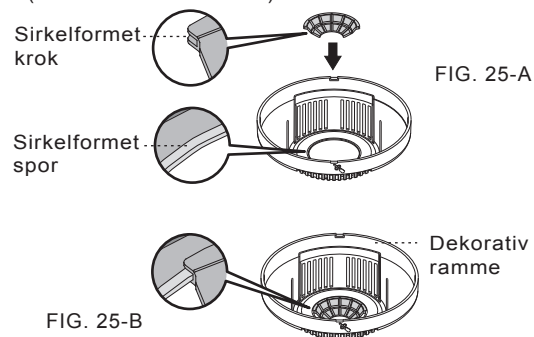

FIG. 25-B
4.2.3.3 Feste objektivbeskyttelse: Det er et sirkelformet spor på baksiden av den dekorative rammen og objektivbeskyttelsen er konstruert med en sirkelformet krok. Ved å koble kroken inn i sporet festes objektivbeskyttelsen (se FIG. 25-A & FIG. 25-B).